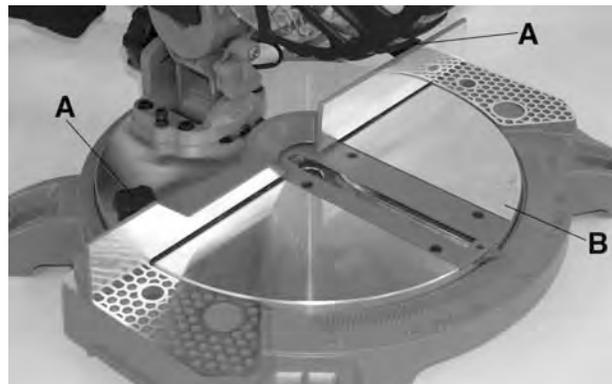

Figure 4
Pour toutes opérations, la table (B) Fig.4 doit toujours être verrouillée, les boutons de verrouillage (A) Fig.4 verrouille et déverrouille la table. Pour changer l'angle de la table, tournez la tête de la scie, une fois placée dans l'angle voulue, verrouillez les boutons de verrouillage.
3. Desserrez les boutons de verrouillage de la table (A) Fig.4. Pivotez la table jusqu'à ce que l'indicateur s'aligne avec le 0°. Reserrez les boutons de verrouillage de la table.
2. Deserrez les boutons de verrouillage de la table (A) Fig.4. Pivotez la table jusqu'à ce qu'elle soit à 0°. Reserrez les boutons de verrouillage de la table.